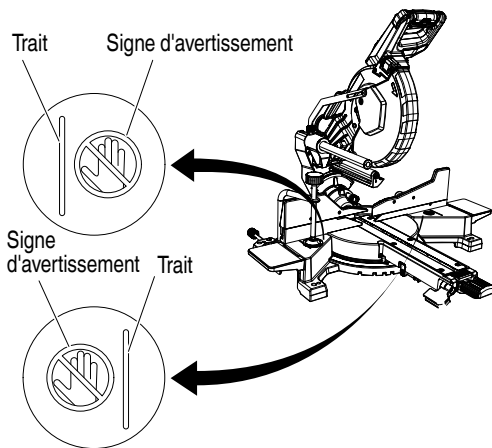

Fig. 28
- Ne jamais amener les membres à l'intérieur de la ligne à côté du signe d'avertissement pendant que l'outil fonctionne. Cela pourrait être dangereux (voir Fig. 28).